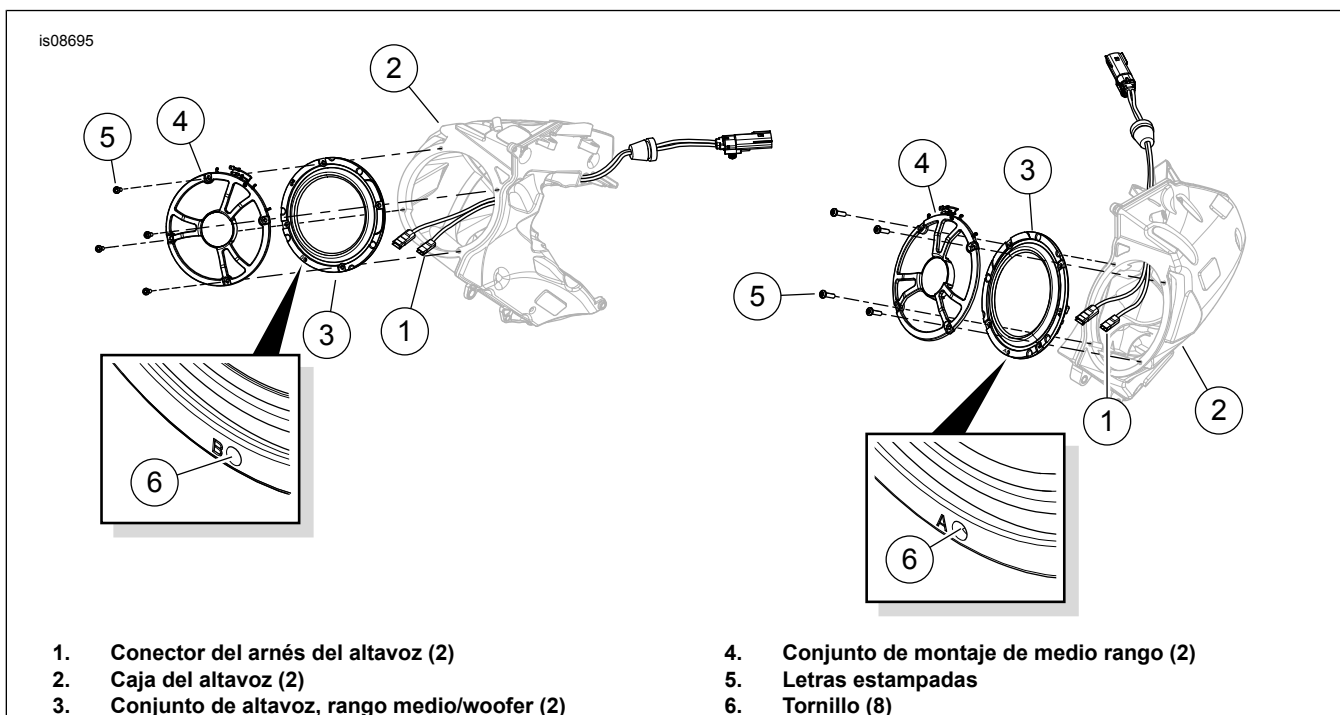

Figura 1. Instalación del altavoz woofer
1. Ver Figura 1 . Sujete los conectores del arnés del altavoz (1) dentro de la caja del altavoz (2), a los terminales de paleta en la parte trasera del woofer (3). Los contactos de paleta de tamaño diferente impiden un armado incorrecto.